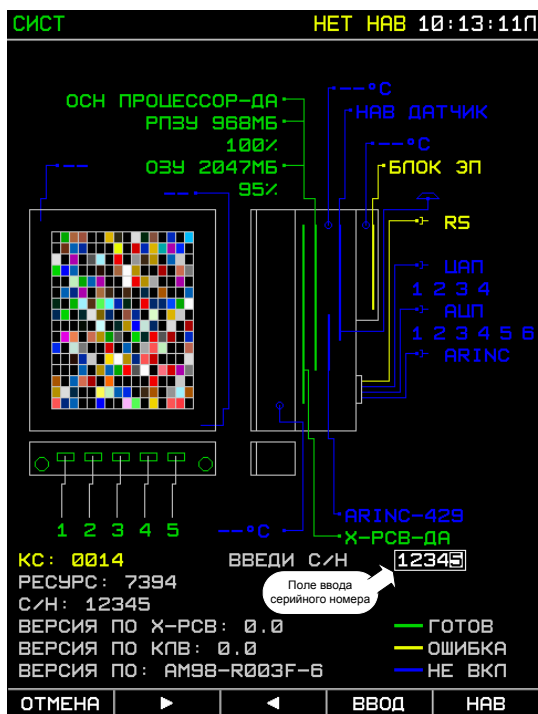

Рис. 26. Ввод серийного номера изделия
2. Войти в подрежим УСТАНОВКИ, нажав кнопку УСТ. На дисплее становится активным поле ввода серийного номера изделия (Рис. 26).